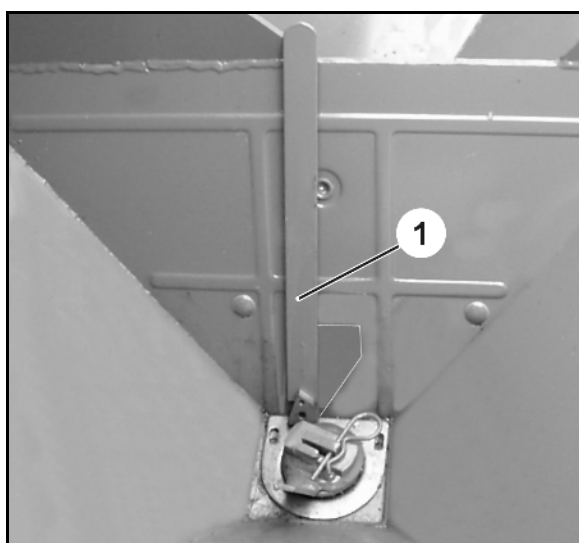

图 104
- o 滑门的边缘 (图 104/1)
- 必须正好与卸料口的底部角 (图 104/2)